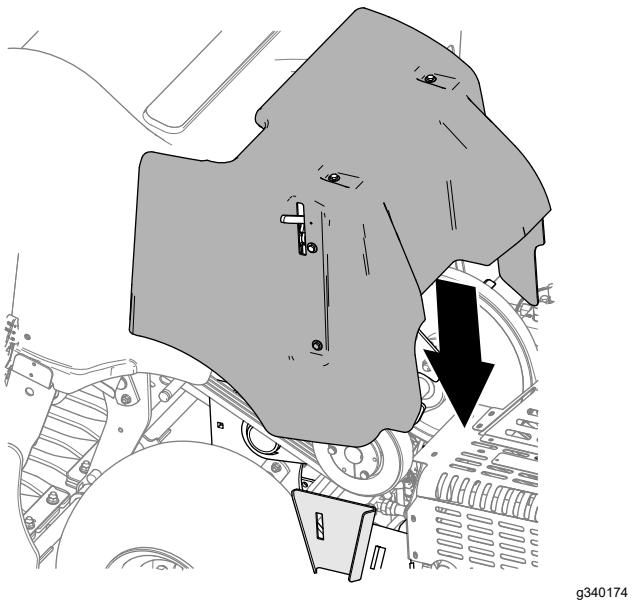

**Figura 133**
1. Alinhe o suporte de montagem da cobertura da correia com o suporte de apoio da cobertura da estrutura da máquina (Figura 133).